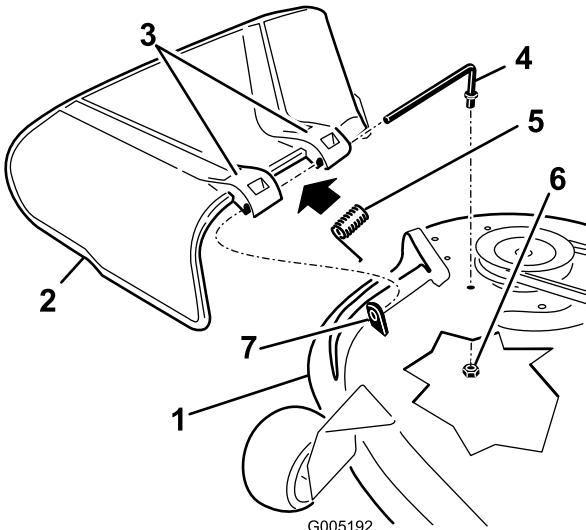

Figura 45
1. Localice los elementos mostrados en la Figura 45.
2. Retire la tuerca (3/8 pulg.) de la varilla (debajo del cortacésped) (Figura 45).
3. Retire la varilla del espaciador corto, del muelle y del deflector de hierba (Figura 45). Retire el deflector de hierba dañado o desgastado.
4. Vuelva a colocar el deflector de hierba (Figura 45).
6. Coloque el muelle sobre la varilla, con los extremos de los alambres hacia abajo, y entre los soportes del deflector de hierba. Deslice la varilla por el segundo soporte del deflector de hierba (Figura 45).
7. Introduzca la varilla, en la parte delantera del deflector de hierba, por el espaciador corto de la plataforma. Fije el extremo trasero de la varilla en el cortacésped con una tuerca (3/8 pulg.) (Figura 45).